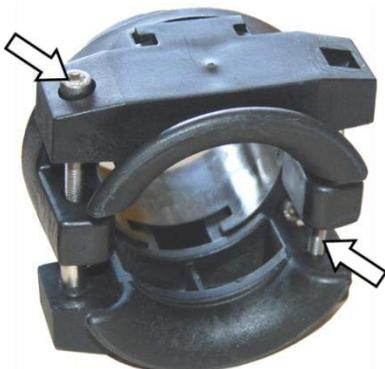

Abb.57: Zugentlastung
4. Gegebenenfalls Schrauben der Zugentlastung festziehen, um das Kabel zu fixieren (Abb. 57 /Pfeile).